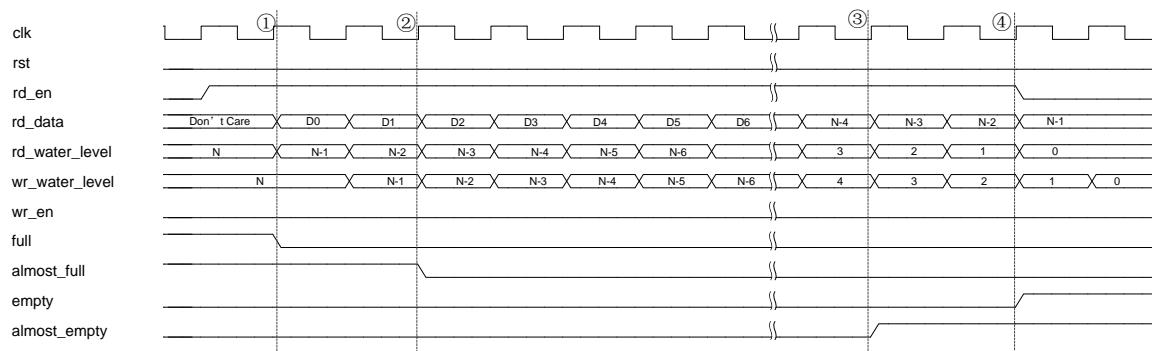

图 2-34 同步 FIFO 读出时序图（未使能输出寄存）
对于同步 FIFO，图 2-34 是从满状态开始读出，直至读空的时序图。时序图中的
在图 2-34 中, FIFO 在满状态下 full 信号为“1”, almost_full 信号也为“1”, 此时, empty 信号和 almost_empty 信号都为“0”。当 rd_en 有效开始读出数据后 (clk 上升沿①), full 信号立刻置“0”。如果 rd_en 继续有效, almost_full 信号会根据配置的 Almost Full Numbers 值延迟置“0” (clk 上升沿②)。当写指针与读指针的差值等于 Almost Empty Numbers 值时, almost_empty 标志将置“1” (clk 上升沿③)。当 FIFO 读空时 (clk 上升沿④), empty 信号立刻置“1”。rd_water_level 信号在 rd_en 有效下递减计数, wr_water_level 信号延迟一个时钟周期递减计数。